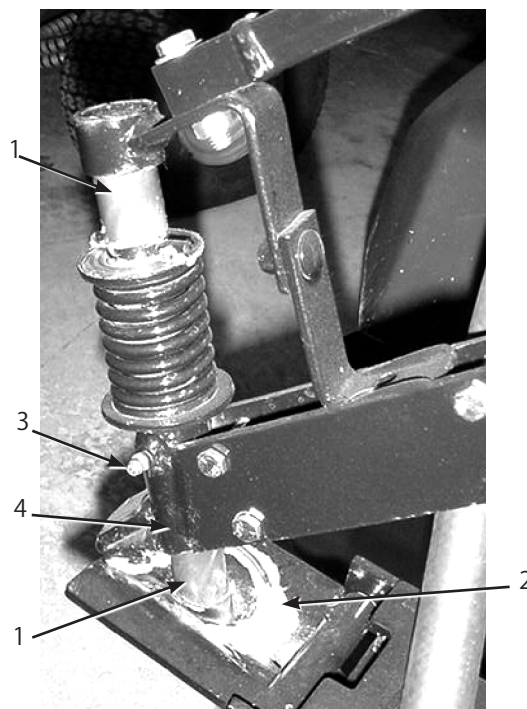

図44
1. 図44のように、サポート・シャフトと蝶番プレートのボール座に手でグリスを塗りつける。
2. スプリングの下にあるニップル (図44) にポンプでグリスを注入する;ピボット・アセンブリの下からグリスがはみ出てくるのが見えるまで入れる。